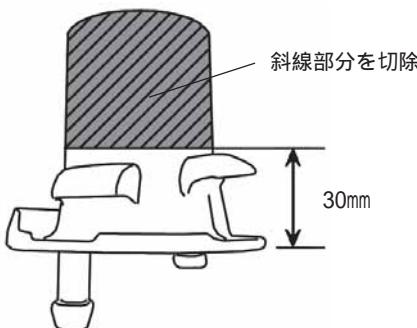

図4-1
1. 純正ロアマウンティングラバーを、下から30mmのところで切除してください。（図4-1）